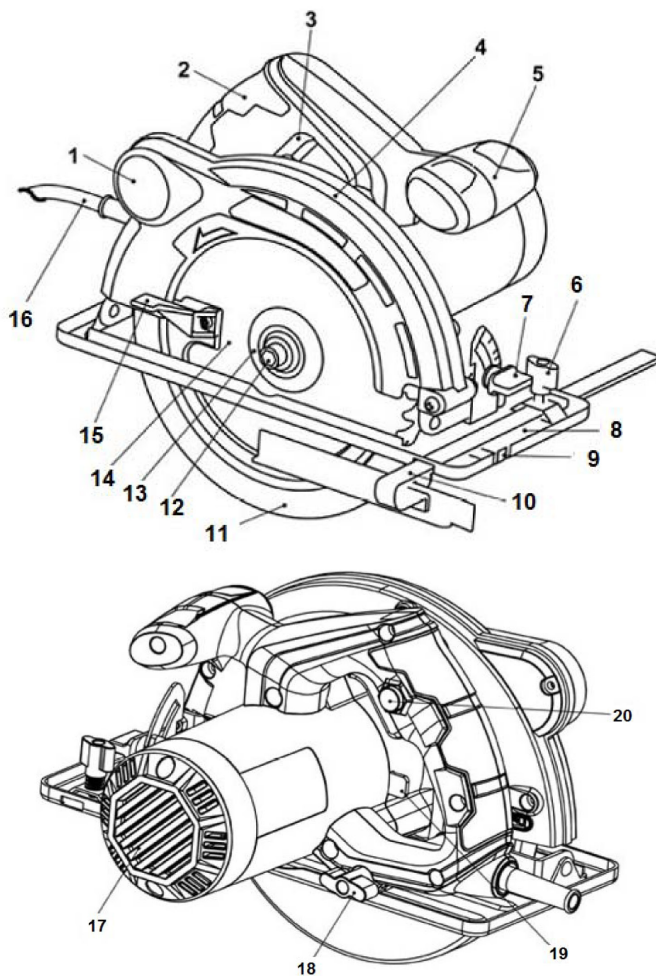
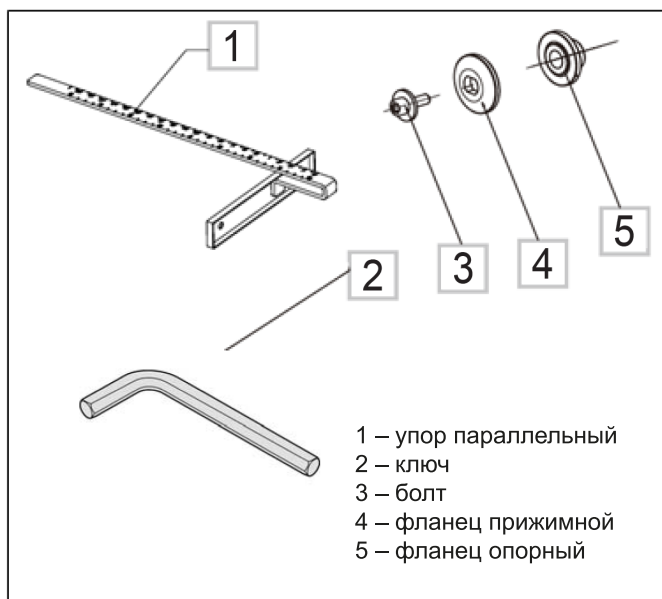

Рис. 1
Рис. 2
2. Зафиксировать пильный диск с помощью рычага фиксации шпинделя (поз. 19, Рис. 1)
3. С помощью ключа (поз. 21, Рис. 2) открутить болт (поз. 12, Рис. 1)
4. Отвести подвижный защитный кожух диска (поз. 11, Рис. 1) назад до упора и зафиксировать его
5. Снять прижимной фланец (поз. 13, Рис. 1) и пильный диск (поз. 14, Рис. 1).
Ослабьте винт фиксации угла наклона диска (поз. 7, Рис. 1). Передвижением опорной платформы установите необходимый угол наклона диска, ориентируясь по градуированной шкале. После регулировки угла наклона диска зафиксируйте винт фиксации угла наклона диска.
Для регулировки параллельного упора (поз. 10, Рис. 1) ослабьте винт фиксации параллельного упора (поз. 6, Рис. 1) и отрегулируйте ширину распила, перемещая направляющую вправо или влево.
1. Установите пилу (опорную платформу) на пиломатериал и выровняйте положение пильного диска по отношению к линии пропила, пользуясь для этого прорезями для визирования (поз. 9, Рис. 1). Если пильный диск не наклонён, совмещайте линию пропила с прорезью «0» для визирования, при пилении под наклоном (45°) совмещайте линию пропила с прорезью «45» и для визирования.
2. Сначала включите циркулярную пилу. Для этого нажмите кнопку защитной блокировки выключателя (поз. 20, Рис. 1) и не отпуская нажмите на выключатель (поз. 3, Рис. 1). Дайте пиле набрать максимальные обороты, после чего начинайте обработку пиломатериала.
Для подключения пылесоса подсоедините шланг пылесоса к патрубку (поз. 1, Рис. 1).